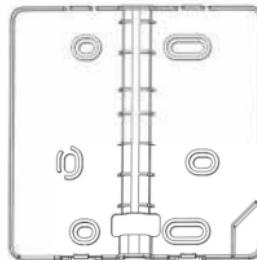

Fig.2
3. Como ilustrado na Fig. 2, fixe o controlador com fio à parede com três parafusos, inserindo-os nos três orifícios ovais situados na parte traseira do controlador.